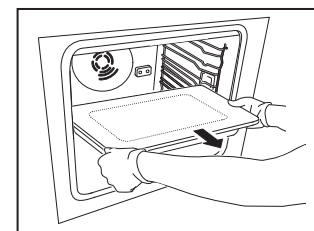

Fig. 4
2. Rimuovere la piastra ad induzione con entrambe le mani e riporla evitando con attenzione urti che potrebbero danneggiare il vetro o la spina elettrica (Fig. 4).